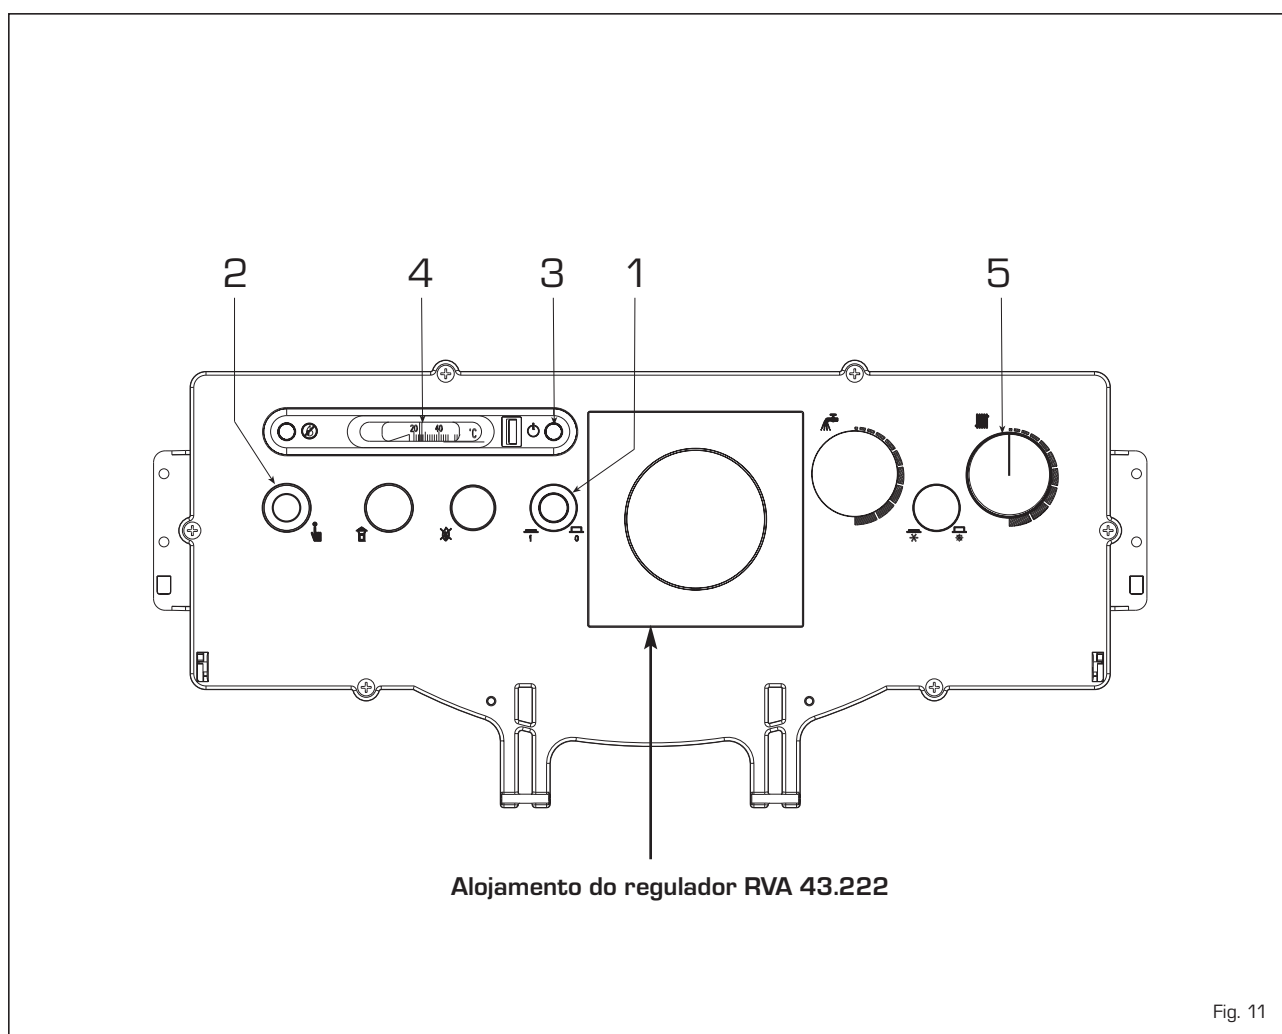

Fig. 11
Todas as funções da caldeira "2R GT OF" podem ser geridas pelo regulador fornecido por encomenda cód. 8096303, com sonda de temperatura exterior (SE) e sonda de imersão da caldeira (SC). O regulador instala-se no painel de comando substituindo o fecho (fig. 11).
Para acender a caldeira proceder do seguinte modo (fig. 11):
O termóstato de segurança de restabelecimento automático calibrado para 100°C (2 fig. 11) intervém provocando a imediata desligação do queimador, caso se manifeste acidentalmente uma temperatura excessiva na caldeira.
Para desligar temporariamente a caldeira tirar a tensão pressionando o interruptor principal (1 fig. 11). Caso não queira utilizar a caldeira por um longo período deverá efectuar as seguintes operações: